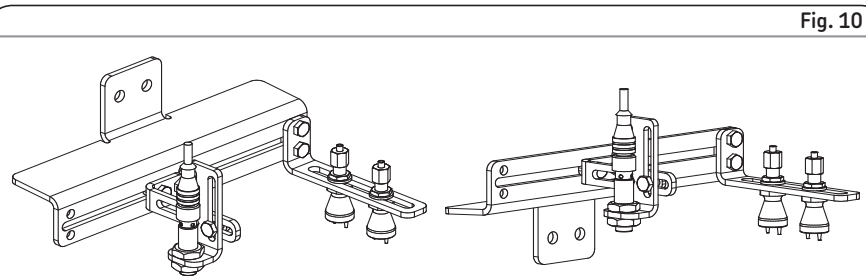

Fig. 10
- Montare e fissare il supporto. A seconda della configurazione della catena, il supporto può essere montato in due modi diversi (→ fig. 10).